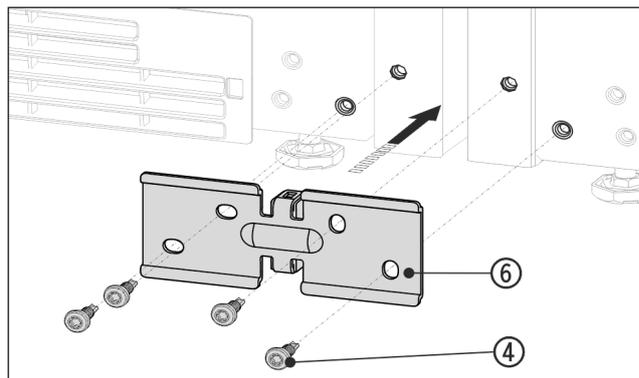

Fig. 14 Representación a modo de ejemplo
- ▶ Deslice la escuadra Fig. 14 (6) junto con la pieza distanciadora entre los aparatos y atorníllela ligeramente con los 4 tornillos Fig. 14 (4).